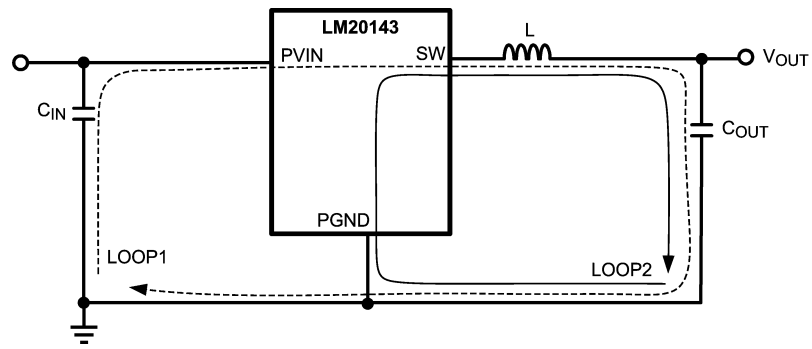

FIGURE 10. Schematic of LM20143 Highlighting Layout Sensitive Nodes
1. スイッチングされた電流ループの面積を最小限に抑えます。降圧型レギュレータには電流がきわめて高速にスイッチする 2 個のループが存在します。最初のループは入力コンデンサから始まり、レギュレータの VIN ピン、レギュレータの SW ピン、インダクタ、そして出力コンデンサおよび出力負荷につながる経路です。もう 1 つは、出力コンデンサのグラウンドから始まり、レギュレータの PGND ピンを通して、インダクタから出力負荷へと至るループです (Figure 10 参照)。両方のループ面積を最小化するために、入力コンデンサを PVIN ピンの可能な限り近くに配置してください。入出力コンデンサ両方の接地には、PGND に接続する小型の局所的な上側プレーンおよびダイ・アタッチ・パッド (DAP) があります。インダクタを SW ピンおよび出力コンデンサの可能な限り近くに配置してください。